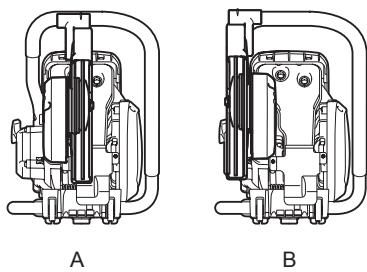

Fig. 1
- Desserrez l'écrou de serrage et tournez la vis de réglage de la tension vers la gauche jusqu'à ce que l'extrémité de la vis soit visible. (Fig. 1)
- Retirez les écrous de serrage, puis le protecteur de courroie. (Fig. 1)